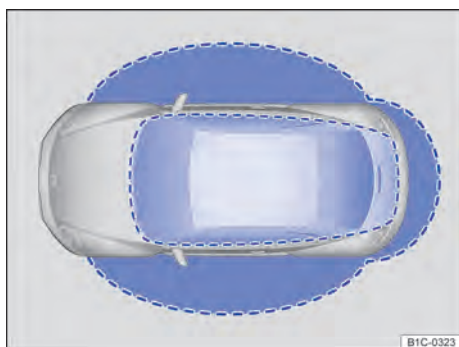

Fig. 26 Sistema de travamento e de partida Keyless Access sem chave: áreas de aproximação.
Keyless Access é um sistema de travamento e de partida sem chave, com o qual o veículo pode ser destravado e travado sem o uso efetivo da chave do veículo. Para isso, é necessário que apenas uma chave do veículo válida esteja na área de aproximação \Rightarrow Fig. 26 do veículo e que uma superfície dos sensores nas maçanetas das portas \Rightarrow Fig. 27 seja tocada, ou o logo Volkswagen da tampa traseira \Rightarrow Página 50 seja acionado \Rightarrow ①.
Se houver uma chave do veículo válida em uma área de aproximação \Rightarrow Fig. 26, o sistema de travamento e de partida Keyless Access sem chave atribui uma autorização de acesso a essa chave assim que a superfície do sensor da maçaneta da porta do condutor ou do passageiro dianteiro for
Se o veículo estiver travado e uma chave do veículo válida se encontrar na área de aproximação ⇒ Fig. 26 da tampa traseira, esta será destravada automaticamente ao ser aberta.